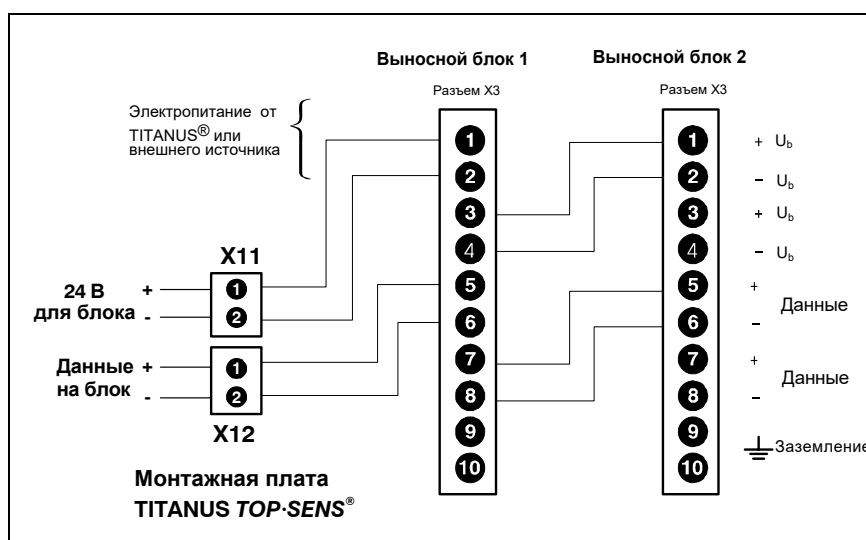

Рис. 5.30: Подключение блока индикации к TITANUS TOP • SENS®
3. Выполните электрическое подсоединение в соответствии с Рис. 5.30.